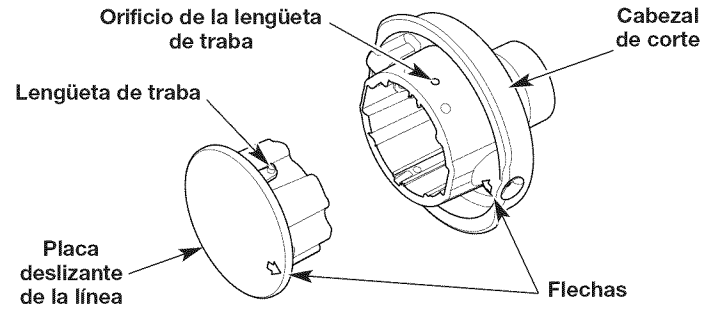

Fig. 19
2. Inserte un destornillador Phillips pequeño en el orificio de la lengüeta de traba y empújela hacia adentro (Fig. 19). Al mismo tiempo, hale la placa deslizante de la línea fuera del cabezal de corte.
4. Alinee la flecha de la placa deslizante de la línea con la flecha en el cabezal de corte (Fig.19).